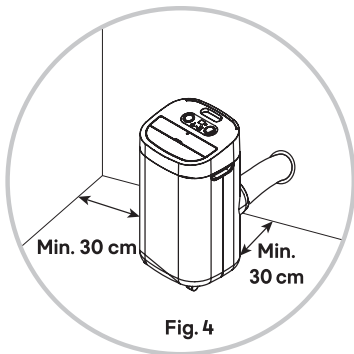

Fig. 5
- Percer un trou dans un mur extérieur ou un panneau de fenêtre. S'assurer de respecter les dimensions MIN/MAX de la taille du trou et sa position. (Fig. 5 et 6)
- Répéter les étapes 1 et 2 de la description de l'ancienne installation, mais ne pas clipser l'ensemble du tuyau d'évacuation sur la buse d'évacuation (15).